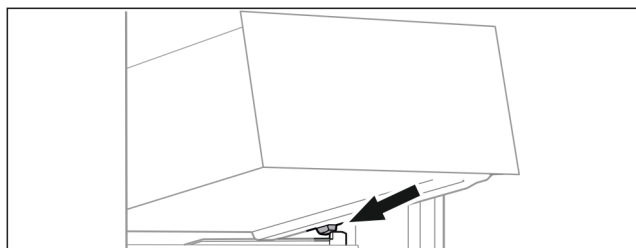

Fig. 91
- Nasad'te zásuvku šikmo za zářezky na žebrování na nádoby. (viz Fig. 91)